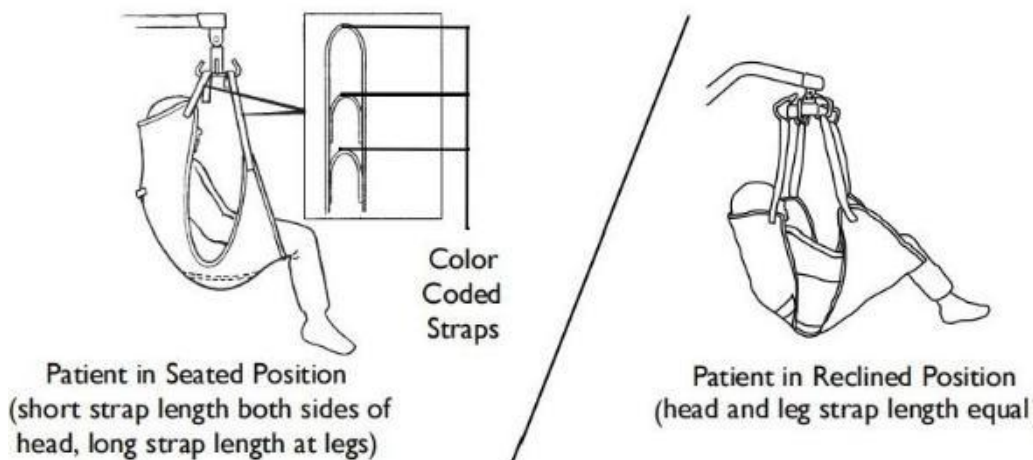

**FIGURE 1.3** Fixation de la sangle monobloc au lève-personne
*REMARQUE : Pour cette procédure , reportez-vous à la FIGURE 1.3.*